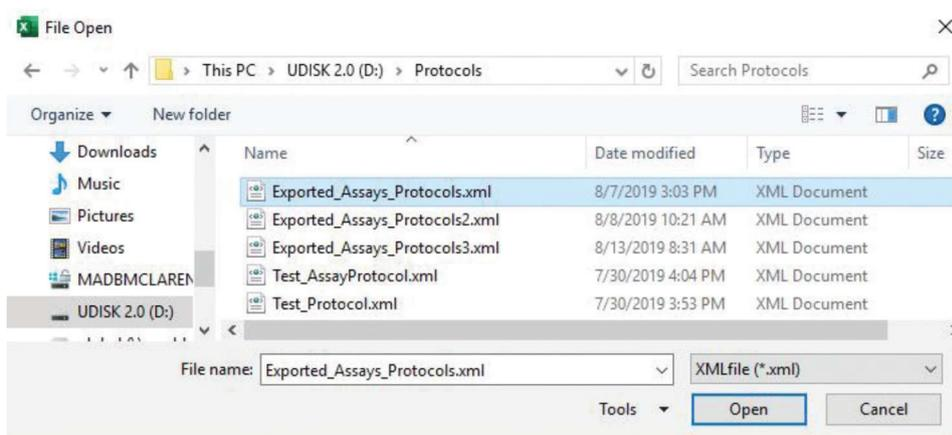

図 225 ブラウジング画面
2. **Open** を選択し、既に Spectrum Compact CE システムから USB ドライブ経由で PC にエクスポートした protocols.xml ファイル（セクション 7.5.1）にアクセスするブラウジング画面（図 225）を開きます。
3. 希望する protocols.xml ファイルを選び、ブラウジング画面の **Open** を選択します。(図 225)